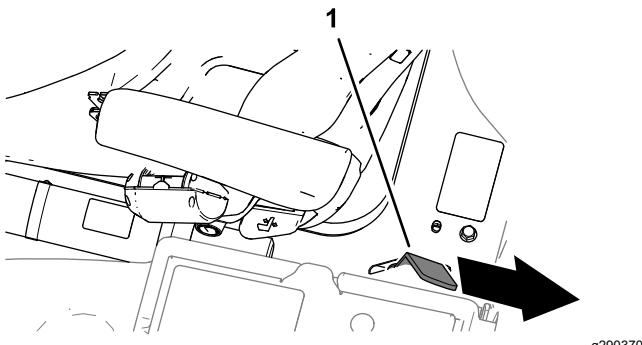

Figura 52
3. Baje la plataforma del todo y mueva la palanca de cierre de la plataforma hacia la parte trasera de la máquina hasta que el cierre se enganche del todo en la barra de bloqueo (Figura 52).